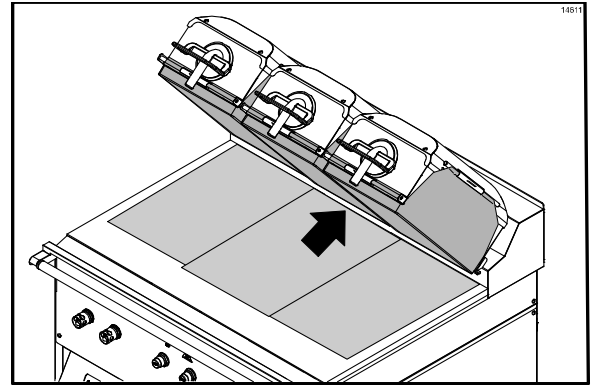

图 20
11. 将下煎板的第三片不粘膜的后边缘与煎炉的后部挡油板及中央对齐。这片不粘膜将与其它两片不粘膜的边缘有所重叠。（请见图 20）